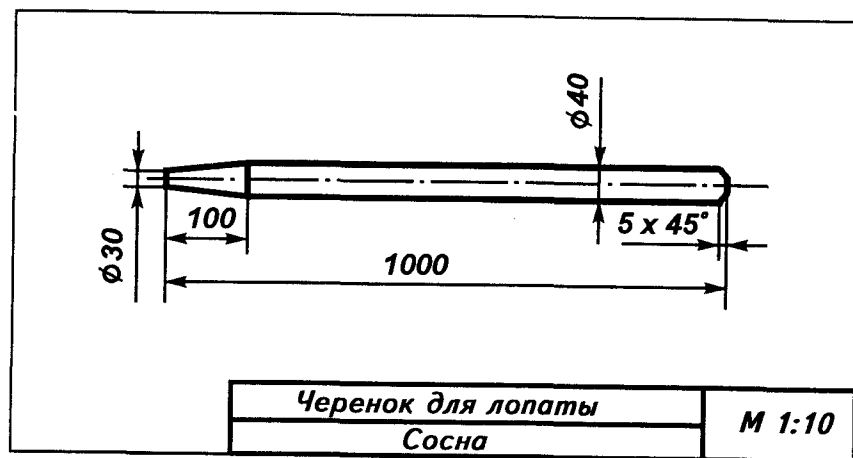

Рис. 24. Чертеж черенка для лопаты
На рис. 24 изображен чертеж черенка для лопаты.
2. Разметьте и изготовьте черенок для лопаты по чертежу (рис. 24) и маршрутной карте (табл. 2).